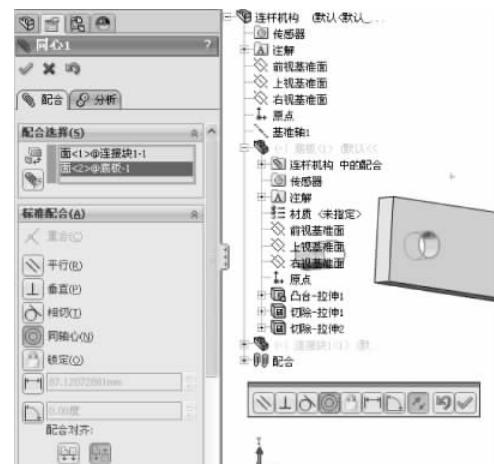

图 3-124 同轴心配合
(2) 单击【装配体】工具栏中的【配合】按钮 ，弹出【配合】的属性设置。选择【标准配合】选项组下的【同轴心】配合类型 ，在【要配合的实体】选择框 中选择如图 3-124 所示的面，其他保持默认，单击【确定】按钮 ，完成同轴心的配合。